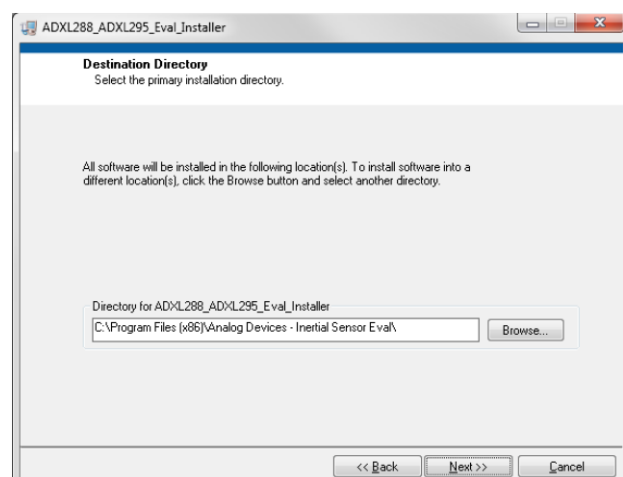

図 13. インストール先ディレクトリの選択
1. **Destination Directory** を選択します (図 13 参照)。各フィールドでは、デフォルト値をそのまま設定することをお勧めします。